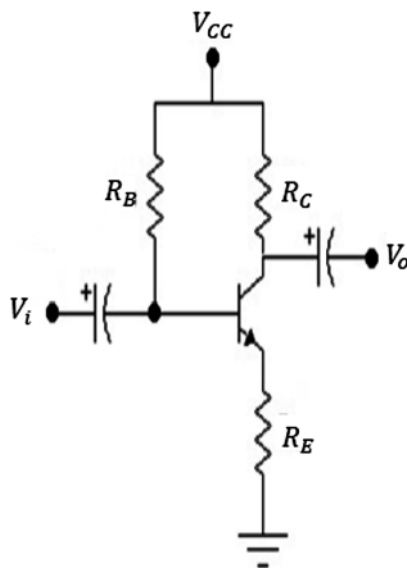

Figura 4.65 Diseño de circuitos con transistores. Fuente: Elaboración propia
- g) Diseñe el circuito de la figura 4.65 de modo que $A_v = -10$ (mida o consulte el β del transistor).